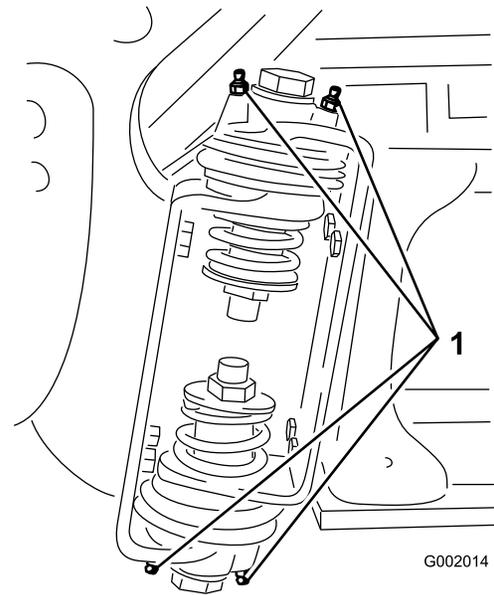

Figura 64
2. Introduza massa lubrificante no rolamento ou casquilho de cada união (Figura 64).